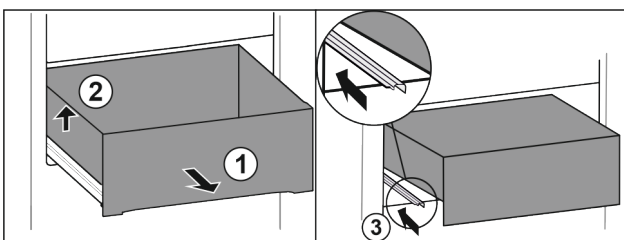

Fig. 90
- ▶ Витягнути висувний ящик до упору. Fig. 90 (1)
- ▶ Підняти висувний ящик ліворуч. Fig. 90 (2)
- ▶ Вставити ліву рейку. Fig. 90 (3)